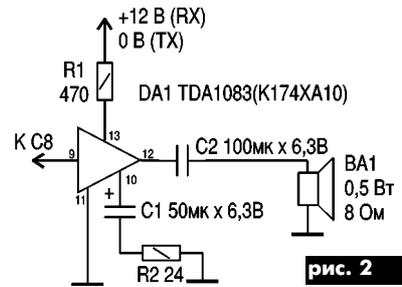

рис. 2
В режиме приема (RX) сигнал с диодного смесителя поступает на ФНЧ (С12, L1, С11), через конденсатор С7, резистор R7 (регулятор громкости) и конденсатор С8 – на DA3, а затем через С9 – на DA4. С вывода 3 DA4 усиленный сигнал через С10 поступает на высокоомные головные телефоны BF1 (например, ТА-56М, ТОН-2 и другие, которые можно соединять как последовательно, так и параллельно). Если необходим громкий прием, то применяют схему, показанную на **рис.2**, которая позволяет подключать телефонный УНЧ к динамической головке BA1 мощностью 0,5 Вт.